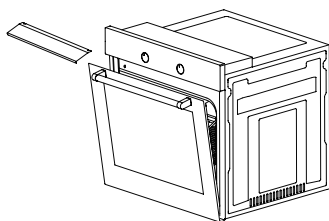

Figura 16
1. Coloque la protección térmica bajo el panel de control abriendo la puerta frontal del horno. (figura 16)